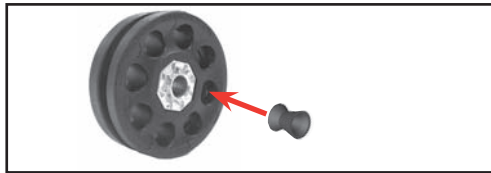

Bild 3.a
- Laden Sie das Trommelmagazin, indem Sie die Diabolo ins Geschosslager stecken (Bild 3.a).